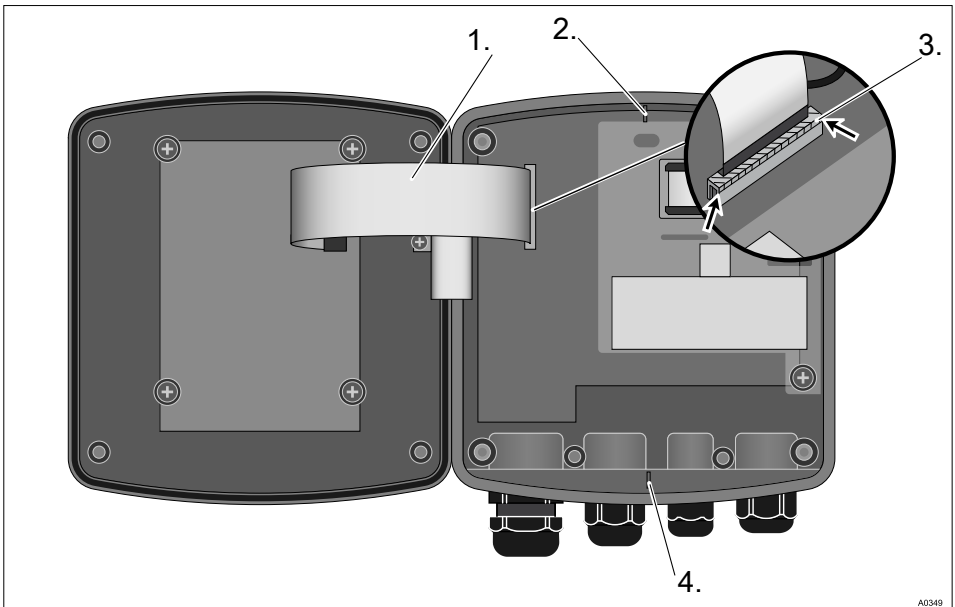

Abb. 8: Flachbandkabel lösen
Der Sockel des Flachbandkabels ist fest auf der Platine verlötet. Der Sockel kann nicht demontiert werden. Zum Lösen des Flachbandkabels muss die Verriegelung (3) des Sockels geöffnet werden, siehe Abb. 8